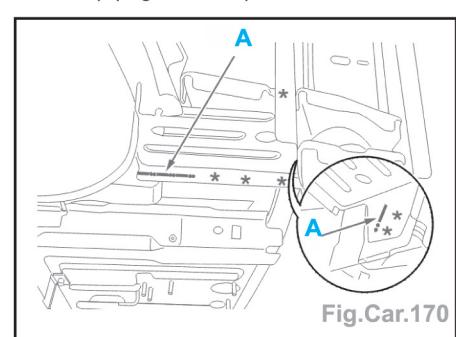

Fig.Car.170
- Découper par fraisage des points et à l'aide d'une meule épaisseur 6 mm (suivant **A**) (Fig.Car.170).